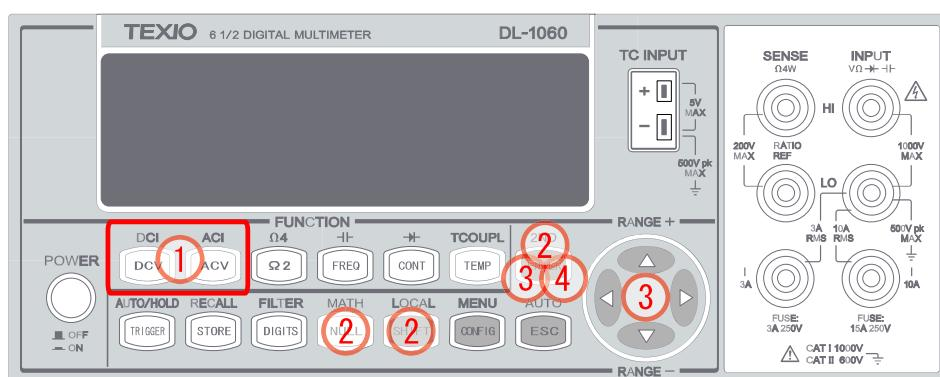

図 3-28
- ① DCV 又は ACV ボタンを押し、測定機能を選択します。
- ② <・>、ENTER ボタン等を使い、MATH(SHIFT+NULL) > dBm > REL RES の順で移動します。
- ③ <・>ボタンで桁を移動し、△・▽ボタンを使い希望の数値に設定します。ENTER ボタンを押して値を決定します。
- ④ ENTER ボタンを押して “RUN” で測定を開始します。
- 使用するボタンを図 3-28 にて示します。